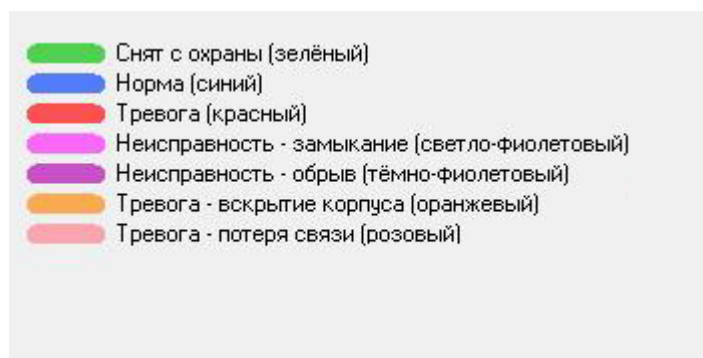

Рис. 2.6. Цветовая гамма состояний участков периметра.
2.2.3. По каждому участку на плане возможно отображение семи состояний. Каждому из состояний соответствует свой цвет. Набор цветов представлен на рис. 2.6. Сообщения «Тревога», «Неисправность-замыкание», «Неисправность-обрыв», «Тревога-вскрытие корпуса», «Тревога-потеря связи» формируются в автоматическом режиме системой при